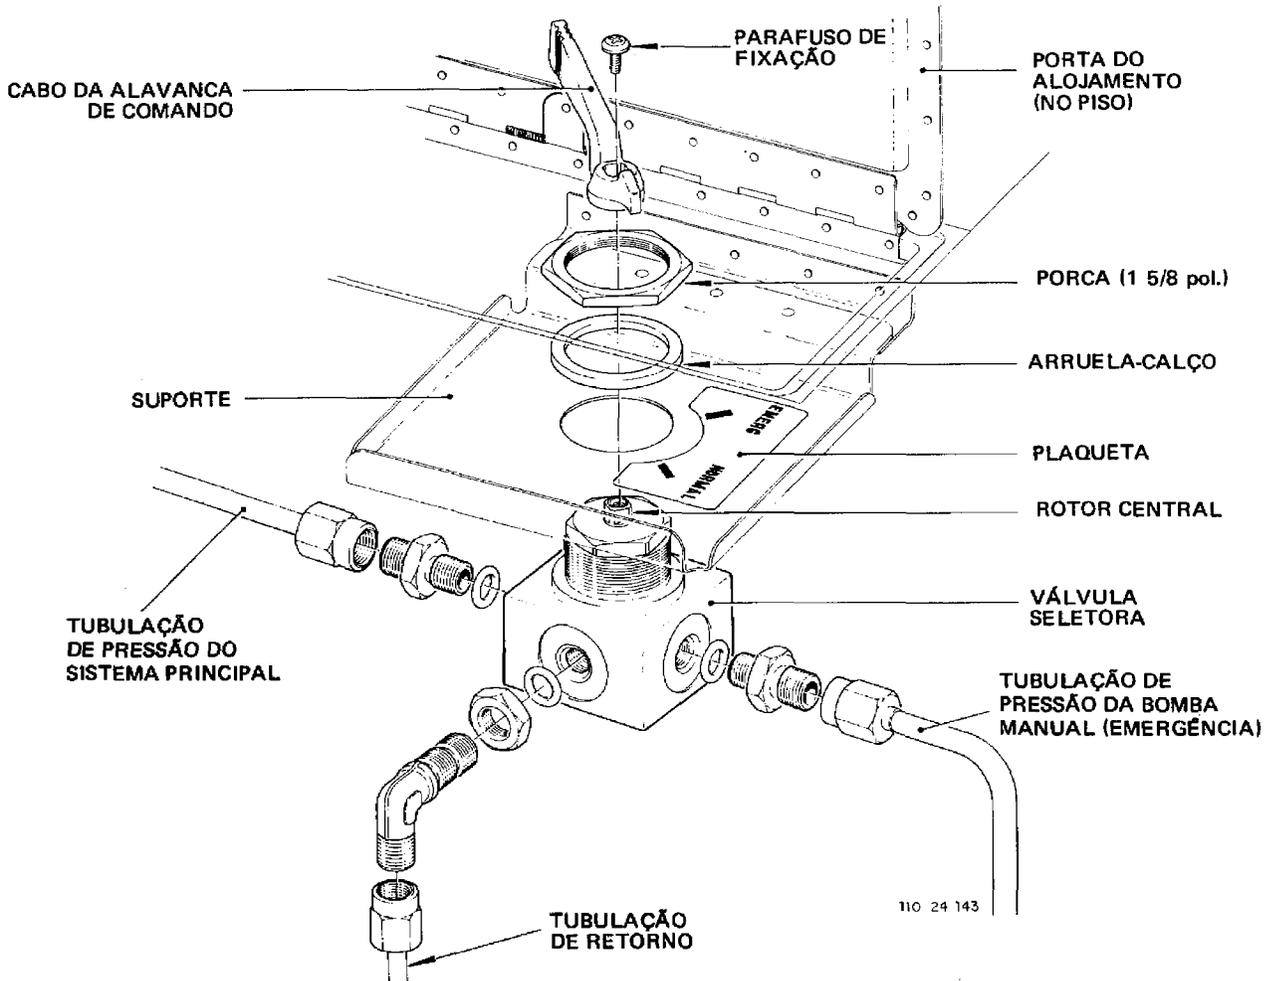

Figura 3-18. Instalação da Válvula Seletora
2. Certifique-se de que a alavanca de comando da válvula seletora esteja na posição NORMAL (veja a figura 3-18).
A alavanca de comando estará na posição normal quando a mesma estiver posicionada indicando a inscrição NORMAL da plaqueta colada no suporte da unidade, conforme mostra a figura 3-18.
Posicione e fixe, corretamente, a alavanca de comando na válvula seletora; ela deverá ficar posicionada indicando a inscrição NORMAL da plaqueta, conforme mostra a figura 3-18.